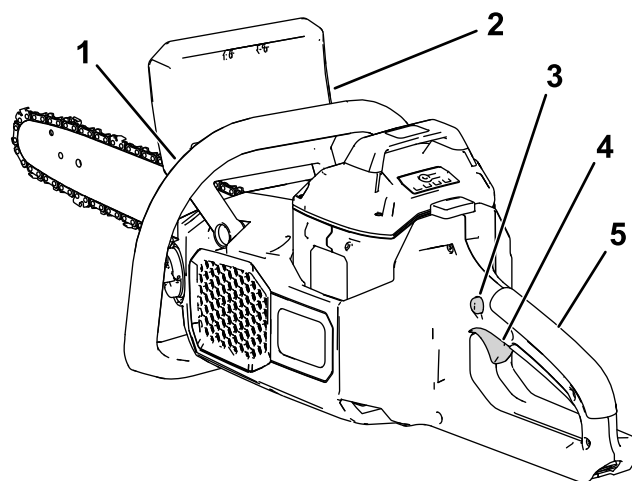

Figure 9
7. Tenez la poignée avant de la main gauche et la poignée arrière de la main droite, appuyez sur le verrou de gâchette et serrez la gâchette (Figure 9).